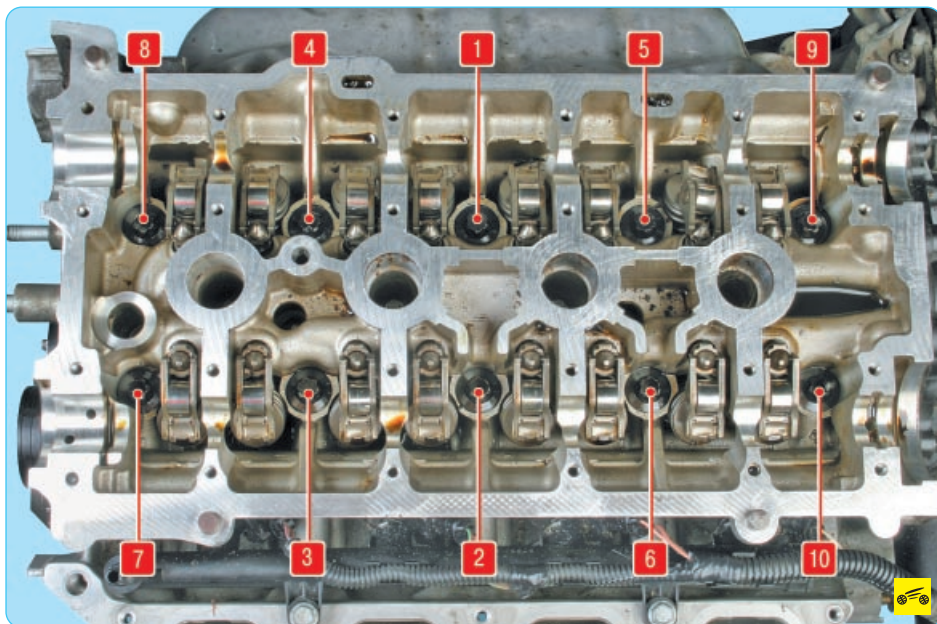

Рис. 5.8. Порядок затяжки болтов крепления головки блока цилиндров
- затягивайте болты на холодном двигателе в указанном порядке (рис. 5.8) в два этапа: